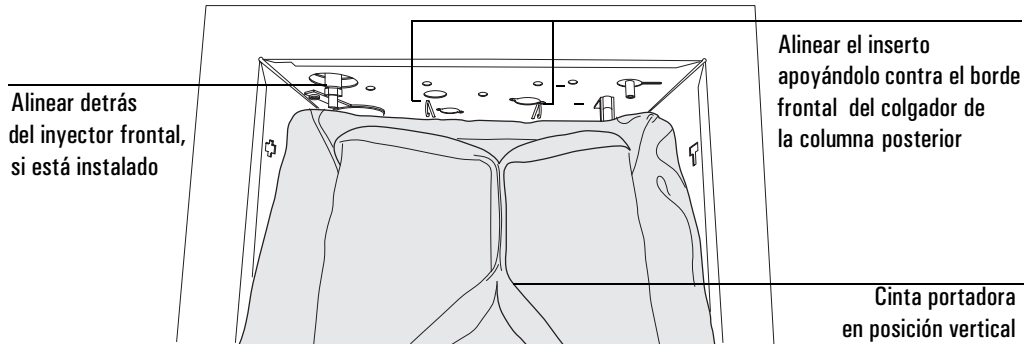

Figura 17 Instalación del inserto enfrente del colgador de la columna posterior
- Orientar el inserto del horno como se muestra en la Figura 17 de abajo. Doblar el borde superior, alejándolo del usuario e insertarlo entre las conexiones de la columna para el inyector/detector frontal y el colgador de columna posterior.